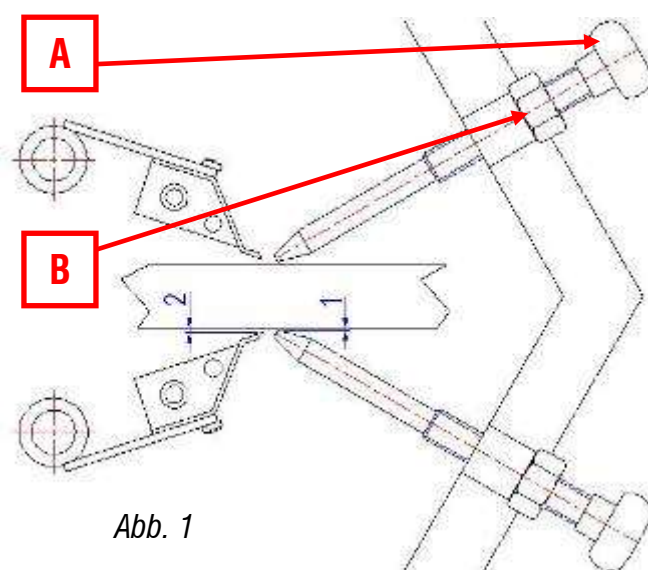

Abb. 1
**Zwischen Holz und Führungsschienen muss auf jeder Seite mindesten 1 mm Spiel sein (Abb.1 - S. 41)**
**Zwischen Holz und Schneiden muss auf jeder Seite mindesten 2 mm Spiel sein (Abb.1 - 2 S. 41)**